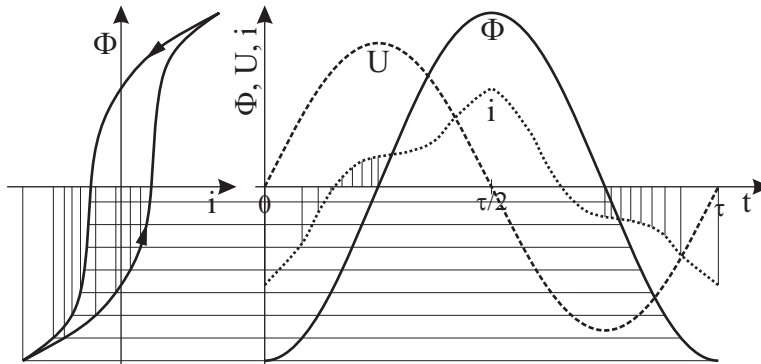

Abbildung 4: Spannung U , magnetischer Fluß Φ und Strom i bei Hysterese.
Für den Fall, daß die Magnetisierungskurve $\Phi = \Phi(t)$ eine Hysterese aufweist, erhält man den Stromverlauf aus Abb. 4. Dem Netz wird in diesem Fall Leistung entzogen.
1. Wodurch kommen im Stromdiagramm die Hystereseverluste zum Ausdruck? Skizzieren Sie in Abb. 4 den Leistungsverlauf.